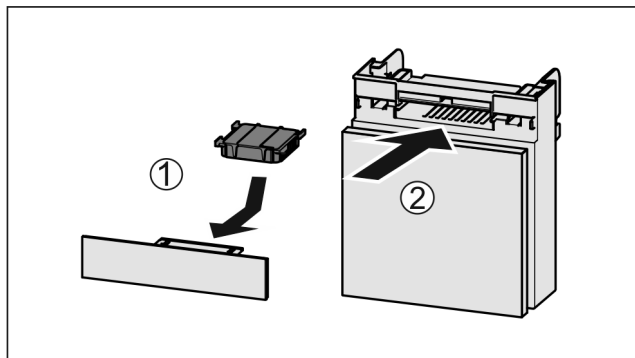

Fig. 117
- Поставете Fig. 117 (1) филтъра с активен въглен, както е показано на фигурата.
- Вкарайте Fig. 117 (2) отделениято.